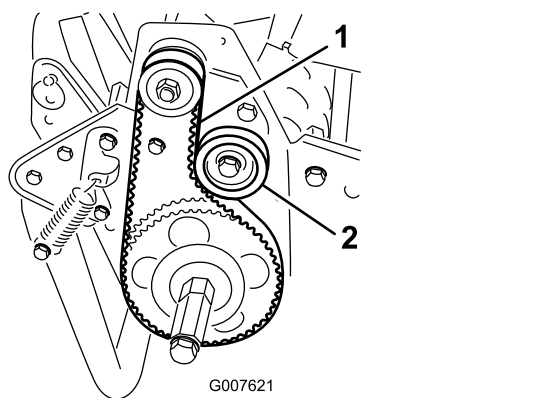

图38
- 使用 1822N 的作用力按压两皮带轮图38中间部位的皮带检查皮带的张紧力。
- 松开怠轮皮带轮安装螺母并紧贴着皮带背面顺时针旋转怠轮皮带轮直至达到所需的皮带张紧力图38。